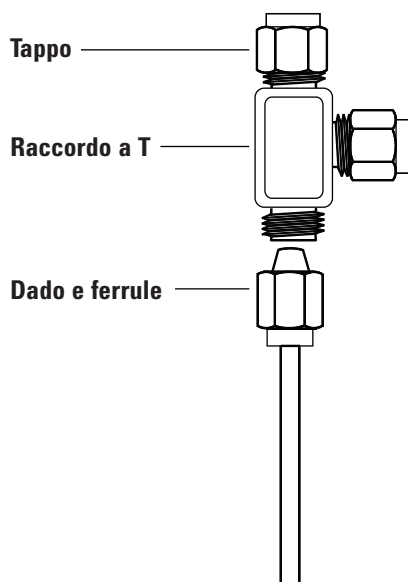

Figura 21. Raccordo a T Swagelok
- 1 Tagliare il tubo nel punto in cui si deve installare il raccordo a T. Collegare il tubo e il raccordo a T con un raccordo Swagelok. Vedere **Figura 21**.